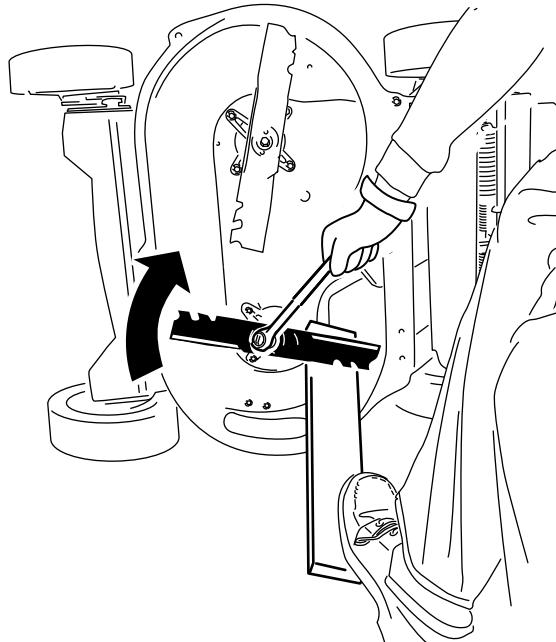

Figura 42
2. Segure cada lâmina com uma tábua e rode o parafuso da lâmina no sentido dos ponteiros do relógio com uma chave como se mostra na Figura 42; aperte o parafuso da lâmina com 82 N·m.